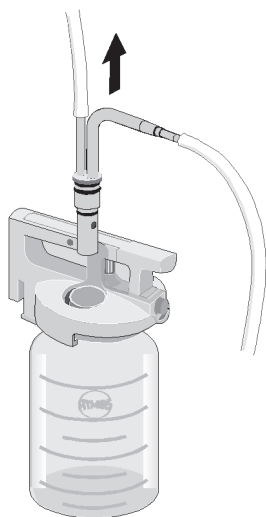

Fig. 41 Extracción de la Boquilla doble
- Extraiga la Boquilla doble del depósito lleno (Fig. 41). Si se ha puesto otro depósito de recambio, inserte la Boquilla doble.